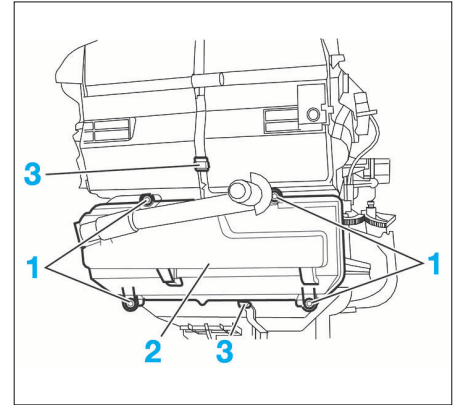

FIG. 20
- Déposer les fixations (1), le couvercle (2) puis les agrafes (3) (Fig.20).